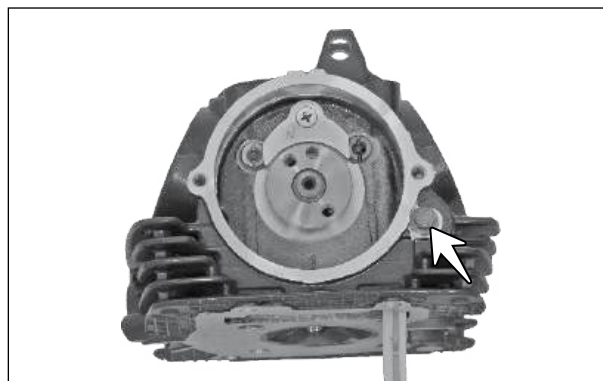

Fig. 3.49
- Remova o parafuso (seta) de fixação do tensor da corrente de distribuição, a arruela e remova o tensor da corrente de distribuição. (Fig. 3.49)